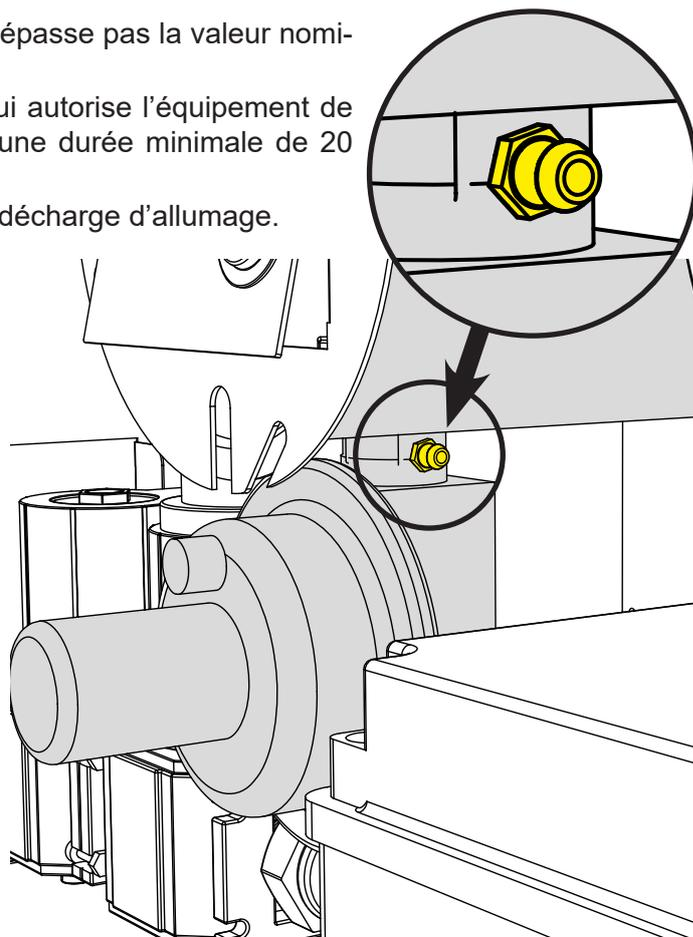

Fig. 7.2 Prise de pression du diaphragme
- 3) Raccordez le manomètre à la prise de pression sur le diaphragme (fig. 7.2, page 64).
- 12) Vérifier la pression au niveau de la membrane à l'aide de la prise de pression appropriée (fig. 7.2) et éventuellement régler la pression à l'aide du régulateur de pression de l'électrovanne (voir fig. 7.5 à la page 68), les valeurs doivent correspondre à ce qui est indiqué dans tableau 7.4 page 67.
La dépression mesurée au niveau de la membrane (fig. 7.2, page 64) doit être de $-2 \div -3$ mbar ($\pm 10\%$) à froid (brûleur éteint).